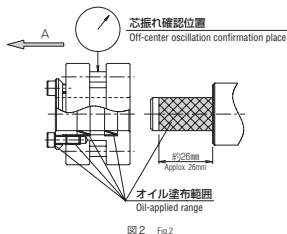
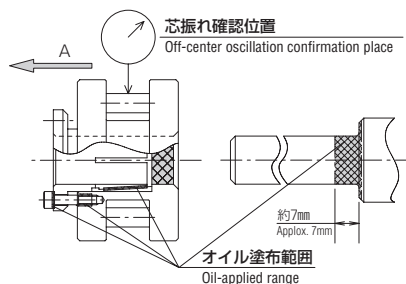

図2 Fig.2
図4 Fig.4
2. 軸のローラピニオンとの接触部、締結具の外径・テーパ部、ロックボルトのねじ部・頭部座面にオイル又はグリースを軽く塗布して下さい。(図2)
Lightly apply oil or grease to the contact portion of the shaft with the roller pinion, the outside diameter and taper portions of the clamping tools, and the thread portion and head seat of the lock bolt. (Fig. 2)
2. 軸のローラピニオンと直接接する部分と、締結具各テーパ接触部、ロックボルトネジ部、頭部座面に、オイル又はグリースを軽く塗布して下さい。(図4、6)
Lightly apply oil or grease to shaft which directly contacts with roller pinion, tapered area of clamping tool, screwed area and head seat of lock bolt (Figs. 4 and 6).
- 注4. ロックボルト締め付け時、ローラピニオンは、図2・図4矢印A方向へ、若干移動します。カムラック側面との干渉に注意して下さい。(CPA16～32型対象)
Since the roller pinion moves slightly in the arrow A direction of Figs. 2 and 4 when the lock bolts are fastened, watch out the roller pinion for the interference with the gear side (for CPA16～32 types).